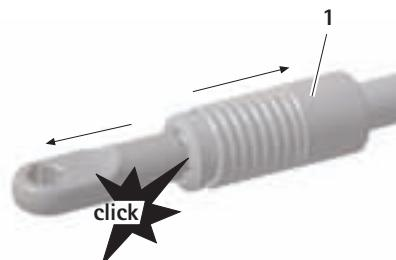

Abb. 4
- Schnellkupplung **1** vom Anschlussstück **A** bzw. UNITRAC-Universalhalter **J** am Griffteil fassen und nach hinten ziehen, siehe Abb. 4.